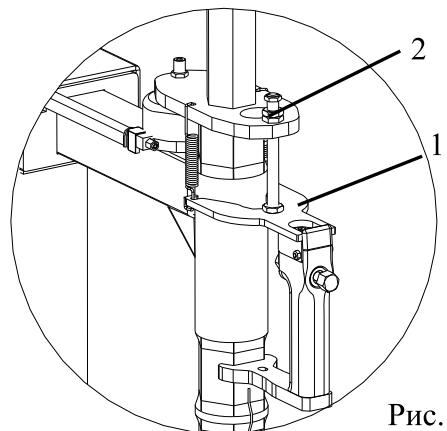

Рис. 7
- Переместите фиксирующую пластину (1/рис. 7) по вертикали путем завинчивания или отвинчивания гайки (2/рис. 7), чтобы передняя часть монтажной головки имела зазор 2-5мм от края, как показано на рисунке 8, а задняя часть 3-5мм от края, как показано на рисунке 8A.